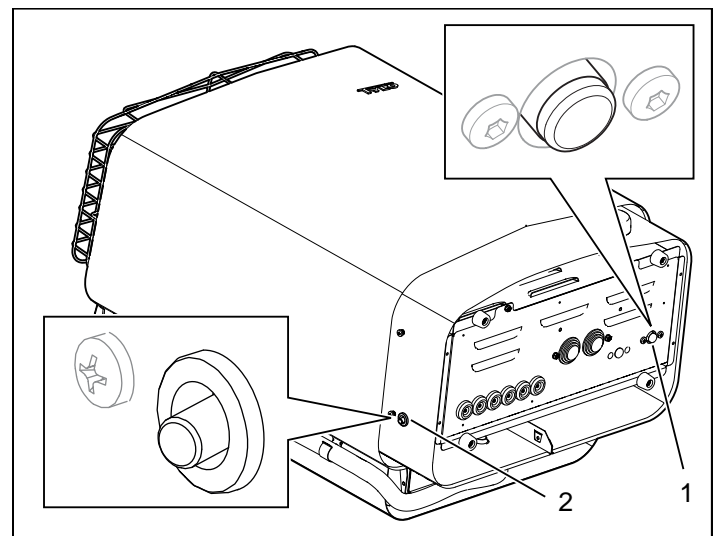

Fig. 9 : Réinitialisation de la protection thermique
• **Réservoir d'eau** - La protection thermique dans le réservoir d'eau est prévue pour éviter l'excès d'évaporation de la résistance. Sur le dessous du poêle se trouve un bouton-poussoir rouge (voir Fig. 9). Si la protection thermique s'est déclenchée, un déclic est ressenti lorsqu'on enfonce le bouton. Si la protection thermique ne s'est pas déclenchée et après réinitialisation, le bouton est toujours sur ressort.
• **Poêle** - La protection thermique dans le poêle sert empêcher la surchauffe du bois et des composants électroniques à l'intérieur du sauna. Sur le dessous du poêle se trouve un bouton-poussoir rouge (voir Fig. 9). Si la protection thermique du poêle s'est déclenchée, un déclic est ressenti lorsqu'on enfonce le bouton. Si la protection thermique ne s'est pas déclenchée et après réinitialisation, le bouton est toujours sur ressort.